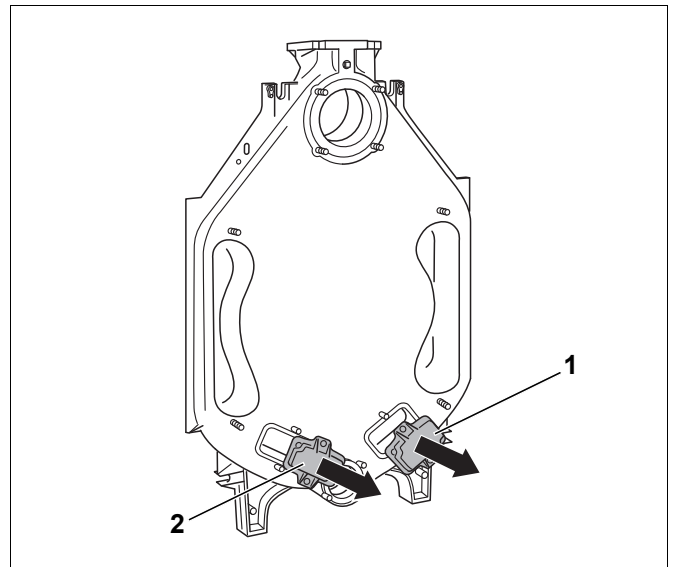

Рис. 10 Демонтаж крышек люков для чистки
- ▶ Снимите крышки люков для чистки на задней секции котла (рис. 10, [1] и [2]).